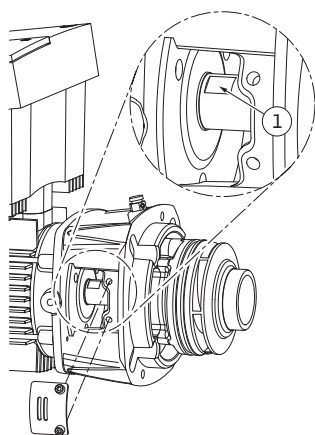

Fig. 52: Surfaces de serrage sur l'arbre
15. Engager une clé à fourche, ouverture optimale 22 mm, dans le regard de la lanterne et maintenir l'arbre au niveau des surfaces de serrage (fig. 52, pos. 1). Dévisser les écrous de la roue (fig. 7, pos. 15). La roue (fig. 7, pos. 16) sort automatiquement de l'arbre.
24. Lors du montage de la roue, engager une clé à fourche, ouverture optimale de 22 mm, dans le regard de la lanterne et maintenir l'arbre au niveau des surfaces de serrage (fig. 52, pos. 1).